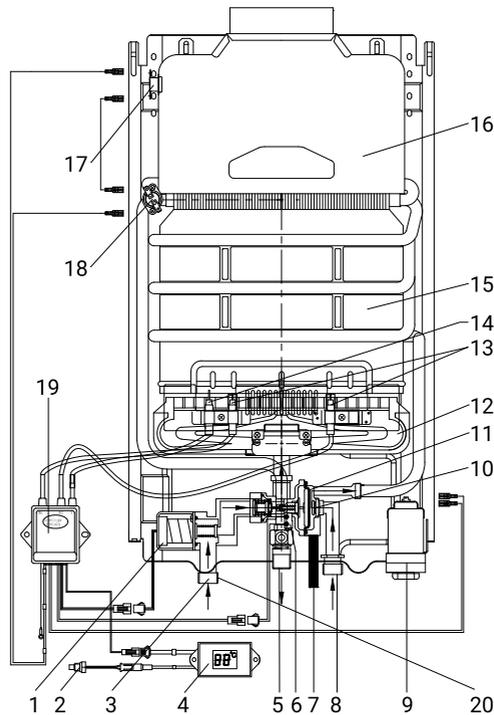

Рис. 5
- открутите сливную заглушку (7 на схеме устройства, рис. 5), для того, чтобы из водо-